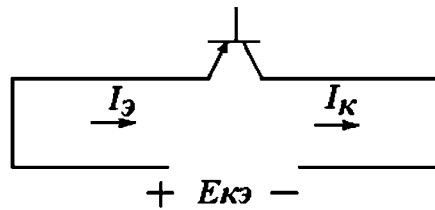

Рис. 2.63. Схема к задаче 10
10. Кремниевый транзистор р-п-р-типа включен в схему на рис. 2.63.